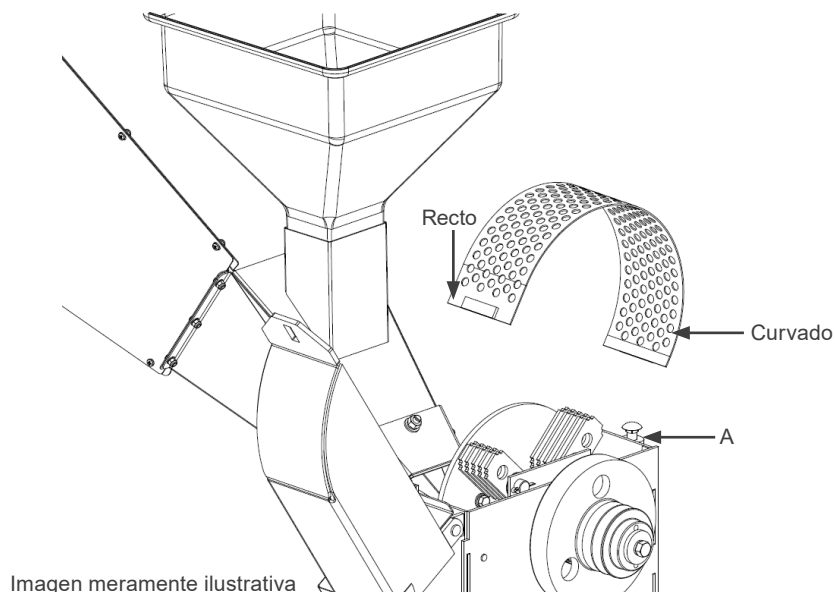
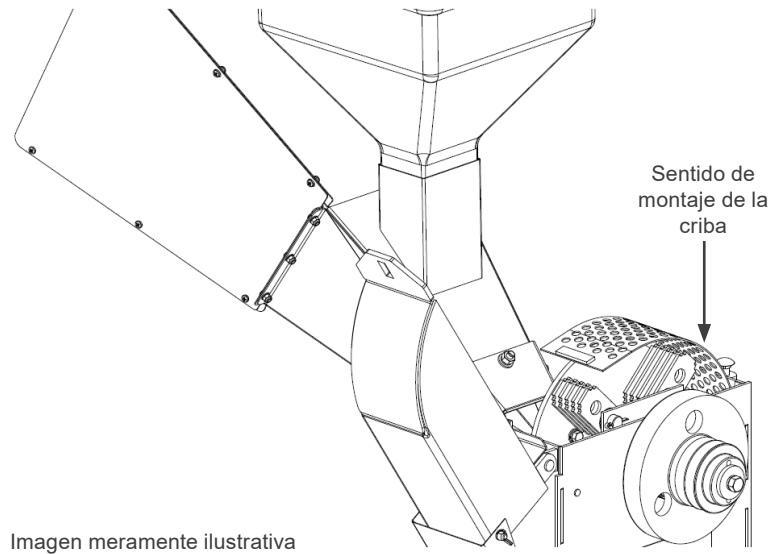

Figura 7.3: Posición de montaje
Figura 7.4: Sentido de montaje
- Para realizar el montaje correcto, comience por el lado curvado de la criba, monte en el cuerpo de la trituradora en la posición (a) indicada en la Figura 7.3 de la página 82 y en la Figura 7.4 de la página 83.